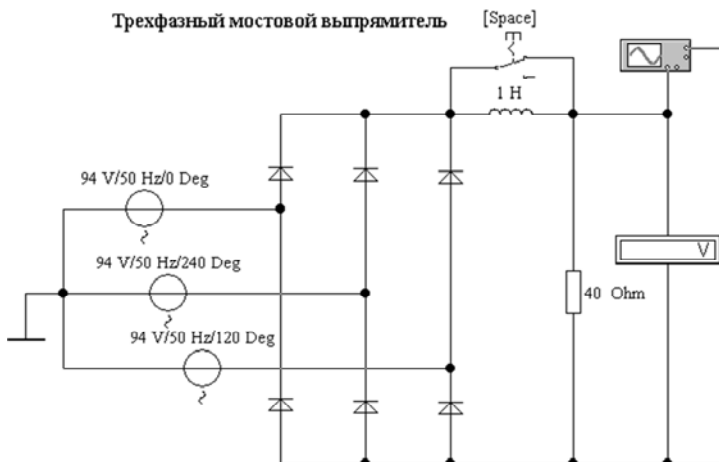

Рис. 16.11. Трёхфазный мостовой выпрямитель (файл **rect\_5.ewb**)
11. Исследовать трехфазный мостовой выпрямитель (схема А. Н. Ларионова) (файл **rect\_5.ewb**, рис. 16.11). Проверить отношение  $U_d/U_{2\phi}$  для данной схемы выпрямления по прил. 5 [3]. Обратите внимание, как изменятся осциллограммы и выходное напряжение при включении сглаживающего фильтра, при обрыве цепи одного (двух) диодов.